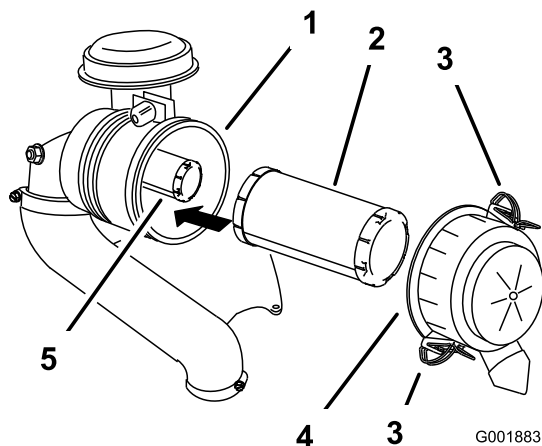

Figura 39
3. Abra los cierres del limpiador de aire y tire de la tapa del limpiador de aire para separarla del cuerpo del limpiador de aire (Figura 39).
5. Extraiga con cuidado el filtro primario del cuerpo del limpiador de aire (Figura 39).
2. Si va a cambiar el filtro de seguridad, deslícelo cuidadosamente en el cuerpo del filtro (Figura 39).
3. Deslice cuidadosamente el filtro primario por encima del filtro de seguridad (Figura 39).
4. Instale la tapa del limpiador de aire y fije los cierres (Figura 39).